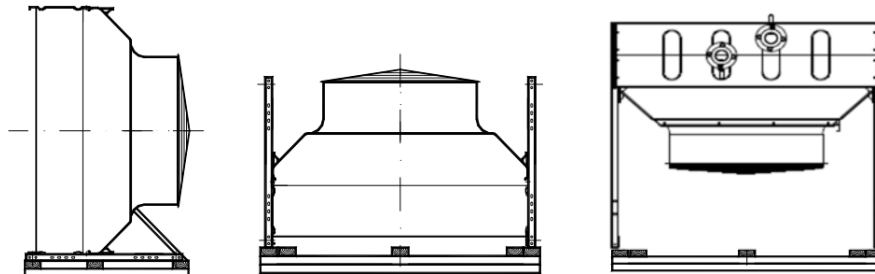

Figura 6: Unidades empaquetadas en diferentes posiciones
En Figura 6: Unidades empaquetadas en diferentes posiciones na strani 28, a la izquierda hay una unidad empaquetada en posición vertical. En medio, hay una unidad empaquetada en posición horizontal. A la derecha, hay una unidad con ventiladores de tiro forzados (FD), entregada en la posición de funcionamiento.